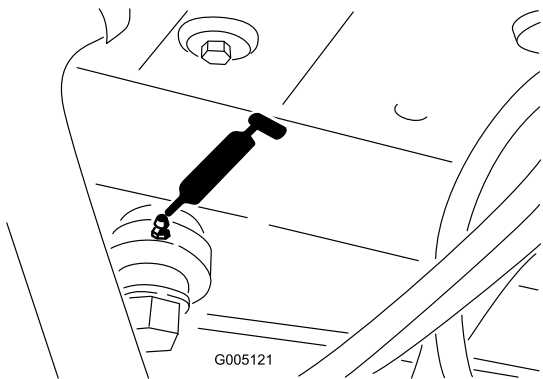

Figura 31
- Estremità del cilindro dello sterzo (Figura 31)